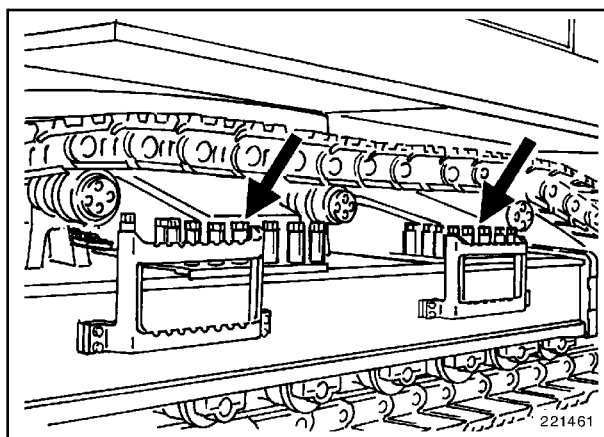

Fig. 1
- Desenroscar los tornillos (Fig. 1) de un mecanismo de traslado. Guardar junto con los maniguitos tensores para el reuso.